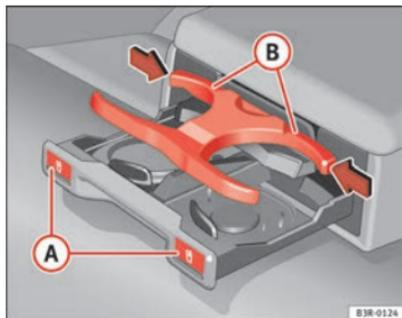

Abb. 132 Getränkehalter in der Armlehne hinten
- Drücken Sie auf das Symbol  ⇒ Abb. 132.